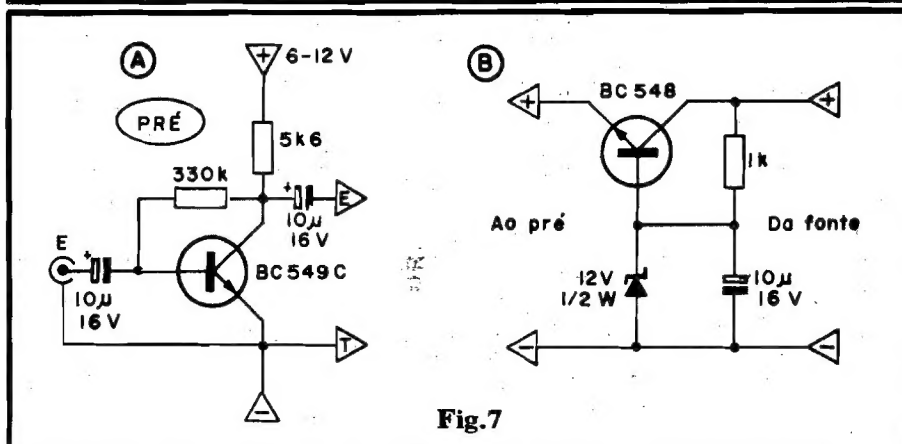

Fig.7
- FIG. 7 - UM PRÉ-AMPLIFICADOR PARA O MODAMP - Em 7-A mostramos um arranjo simples e efetivo para a pré-amplificação de sinais de baixo nível (e impedância relativamente alta...) antes de serem entregue à Entrada do MODAMP... O mini-módulo aceitará bem a maioria das fontes de pequeno sinal, microfones, cápsulas, etc., com boa fidelidade e bom ganho... Observem que o circuitinho "pede" uma alimentação entre 6 e 12V. Dessa forma, se o MODAMP estiver sendo energizado sob essa faixa de Tensão, tudo se torna muito fácil: